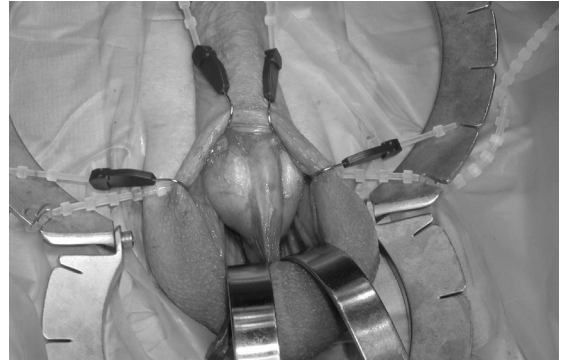

Figure 4-16.
5. Répéter l'opération sur le côté controlatéral, de sorte à exposer le septum scrotal. (**Figure 4-16**)